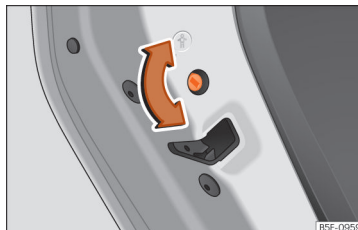

Abb. 78 Kindersicherung in der linken Tür
- Drehen Sie bei geöffneter Tür den Schlitz mit dem Fahrzeugschlüssel an den linken Türen im Uhrzeigersinn >>> (Abb. 78) und bei den rechten Türen gegen den Uhrzeigersinn.
- Drehen Sie bei geöffneter Tür den Schlitz mit dem Fahrzeugschlüssel an den linken Türen gegen den Uhrzeigersinn >>> (Abb. 78) und bei den rechten Türen im Uhrzeigersinn.